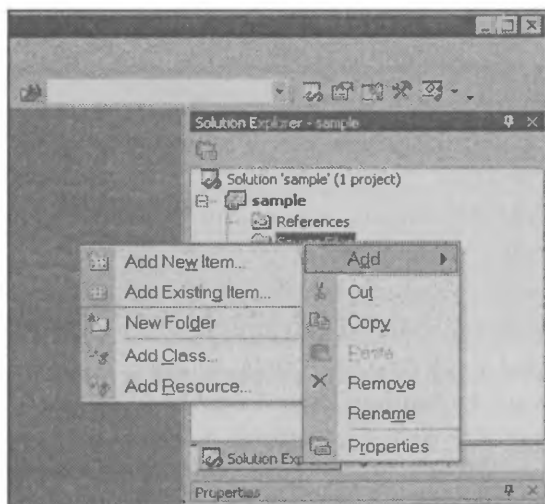

Рис. 2.18. Добавление исходного файла в проект модуля IDA Pro
4. Чтобы добавить в проект модуля необходимые файлы с исходными кодами (*.cpp, *.c), в панели **Solution Explorer**, в правой части окна Visual Studio .NET 2003, нажмите правой кнопкой мыши папку **Source Files** и в открывшемся контекстном меню выберите пункт меню **Add | Add New Item...** или **Add | Add Existing Item...** (см. рис. 2.18). Сначала создайте новый исходный файл. Назовем его main.cpp. Затем скопируйте содержимое главного исходного файла образца модуля из комплекта SDK IDA Pro (из каталога sdk\plugins\vcsample\strings.cpp) в файл main.cpp.